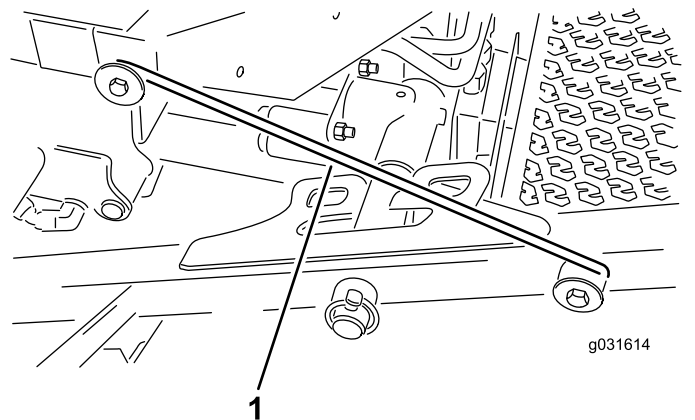

Figura 32
4. Desenganche la varilla de bloqueo del enganche del bastidor de tiro delantero (Figura 32).
5. Levante la parte exterior de las carcasas de corte delanteras y coloque la varilla sobre el perno del bastidor montado en la parte delantera de la plataforma del operador (Figura 32).